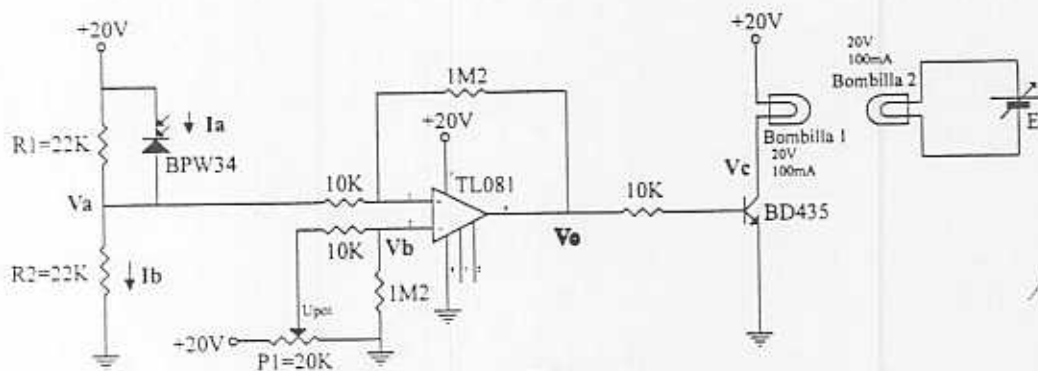

Figura 5
5. Explique cualitativamente las variaciones de las tensiones y corrientes indicadas en la Figura 5, ante un aumento de la tensión E.